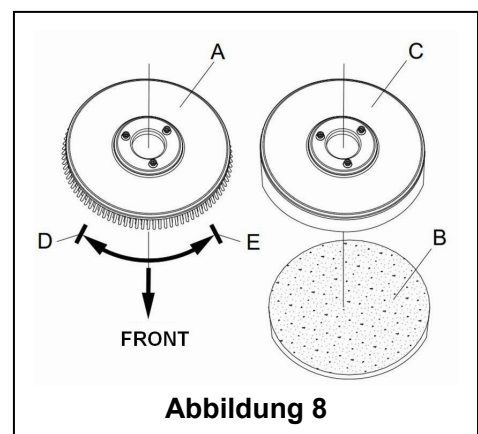

Abbildung 8
Je nach Art des zu reinigenden Bodens kann das Gerät mit Bürste (Abbildung 8, A) oder einem Pad-Halter (Abbildung 8, B und C) ausgestattet werden.
1. (Gilt nur für AS430B und AS510B): Stellen Sie sicher, dass sich der Schalter (41) in der Trennposition (O) befindet.
2. Drücken Sie den Lenker (2) nach unten, um das Tankgehäuse (26) anzuheben.
3. Legen Sie die Bürste (A) oder den Pad-Halter (B - C) unter das Gehäuse.
4. Verwenden Sie den Lenker (2) zum Absenken des Tankgehäuses (26), damit es in Kontakt mit der Bürste oder dem Pad-Halter kommt.
5. Um den Bürsten/Pad-Halter automatisch zu installieren, schalten Sie den Netzschalter (41) auf die "I"-Position und drücken Sie den Sicherheitsschalter (1). Schieben Sie das Gerät vorsichtig vorwärts, sodass sich die Riemenscheibe an der Unterseite des Tankgehäuses an der Bürste oder dem Pad-Halter ausrichten kann, die dann installiert werden können. Dann lassen Sie den Sicherheitsschalter los. Falls erforderlich, wiederholen Sie diesen Vorgang, bis der Bürsten/Pad-Halter installiert ist.
6. Wenn sich Schritt 5 als zu schwierig erweist, verwenden Sie die manuelle Methode, indem Sie der Pfeilspitze (D) folgen, um den Bürsten/Pad-Halter (wie in Abbildung 8 gezeigt) zu installieren.
7. Um den Bürsten/Pad-Halter automatisch zu entfernen, schalten Sie den Netzschalter (41) auf die "O"-Position. Halten Sie mit der Hand den Lenker, und drücken Sie das Gerät nach unten, bis das Führungsrads den Boden berührt und der Bürsten/Pad-Halter in der Luft hängt. Schalten Sie den Netzschalter (41) auf die "I"-Position, und drücken Sie den Sicherheitsschalter nach unten, damit sich die Bürste oder der Pad-Halter dreht, bis der Bürsten/Pad-Halter auf den Boden fällt.
8. Wenn sich Schritt Nr. 7 als zu schwierig erweist, verwenden Sie das manuelle Verfahren, indem Sie den Bürsten/Pad-Halter entgegen der normalen Drehrichtung drehen, er kann dann entfernt werden. (Wie in Abbildung 8 dargestellt.)